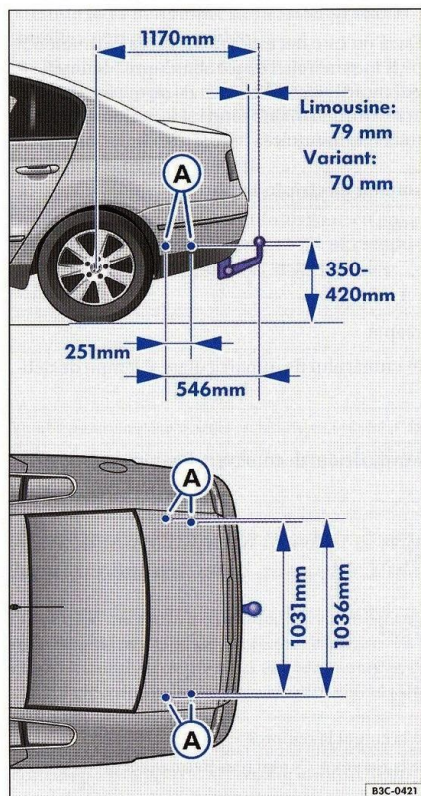

Fig. 34 Imagine de referință: Puncte de fixare a dispozitivului de remorcare.
Punctele de fixare ⇒ fig. 34 (A) ale cuplei remorcii se găsesc în spatele barei de protecție.
- Datele din imagine ⇒ fig. 34 indică măsurile și punctele de fixare care trebuie respectate la montarea unui dispozitiv de remorcare.